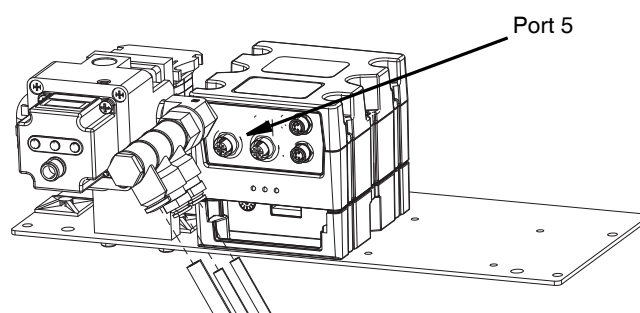

FIG. 9
4. Lossa anslutningen från port 5 på FCM 1. Se FIG. 9.